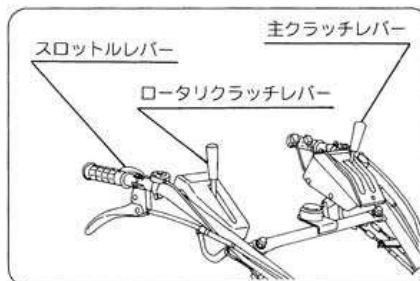

図8
- ⑧ 主クラッチレバー、変速レバー、ロータリクラッチレバー、スロットルレバー等が正しく作動するか確認してください。(図8)